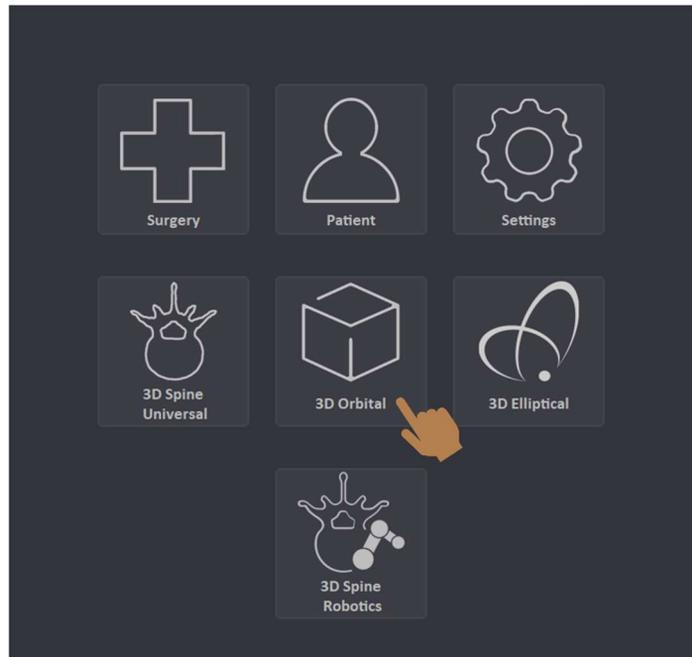

Figure 6 - Lancement application 3D Orbital
- Lancer l'application 3D Orbital (cf. Figure 6) et réaliser l'acquisition en suivant le workflow du système.